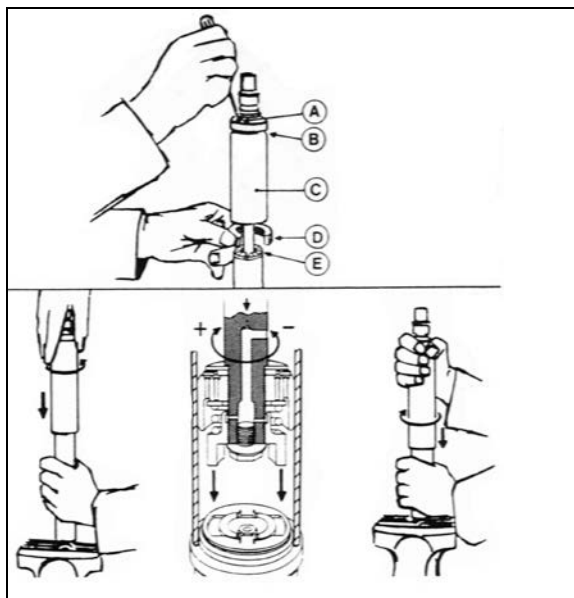

FIGURE 31: AMORTISSEUR PNEUMATIQUE 18643
Pour régler la vitesse du cycle d'ouverture et de fermeture sur l'amortisseur (Figure 31) :
2. Fermer complètement l'amortisseur tout en pivotant lentement le capot pare-poussière ou la tige piston dans le sens antihoraire jusqu'à sentir que les cames de l'écrou de réglage entrent dans les encoches de l'ensemble de clapets (Figure 31).
Voir Figure 31, s'il y a une échancrure (B) sur le capot pare-poussière (C) et que le capot possède deux trous (A), l'amortisseur est muni d'une butée en caoutchouc (D). Si tel est le cas, étendre complètement l'amortisseur et insérer une barre ronde ou un tournevis dans les trous. Pousser la butée en caoutchouc vers le bas et la retirer. Enlever la bague fendue en plastique (E) (le cas échéant) de la tige piston.
Si une butée de caoutchouc avait été installée, la remettre dans le capot pare-poussière. En fermant complètement l'amortisseur, la butée se placera dans la partie supérieure du capot pare-poussière. Remettre en place la bague fendue en plastique (E) (Figure 31)